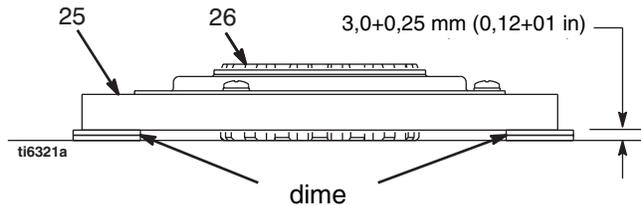

FIG. 8
1. FIG. 8. Appoggiare due pile di due dime su un tavolo da lavoro dalla superficie liscia.
2. Appoggiare l'armatura (25) sulle due pile di dime.
3. Premere il centro del mozzo (26) verso la superficie del tavolo di lavoro.